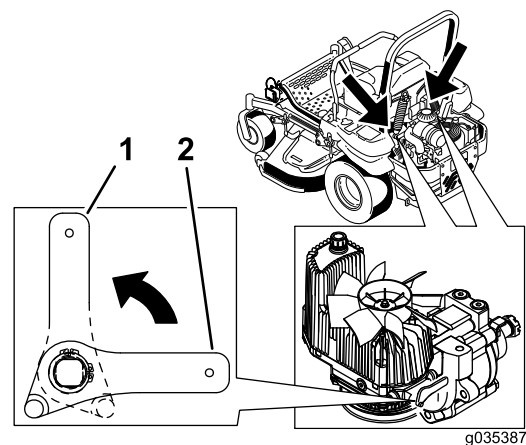

Figura 40
2. Gire las palancas de las válvulas de desvío a la posición vertical para empujar la máquina (Figura 40).
4. Gire las palancas de las válvulas de desvío a la posición horizontal para conducir la máquina (Figura 40).